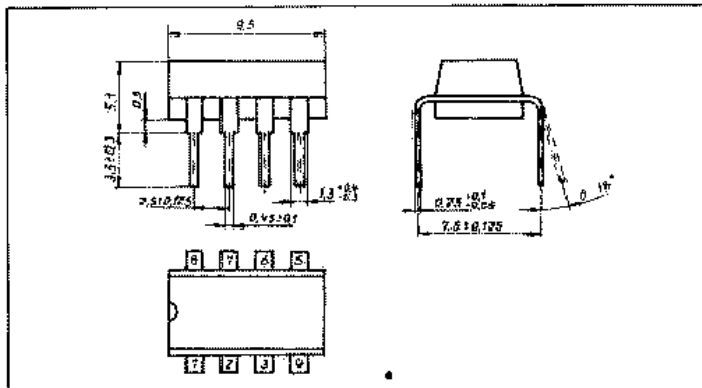

Bild 1: Abmessungen der Typen B 060, B 061, B 062, B 066
- achtpoliges DIL-Plastgehäuse der Bauform 21.1.1.2.8 nach TGL 26 713 für B 060, B 061, B 062, B 066 (Bild 1)